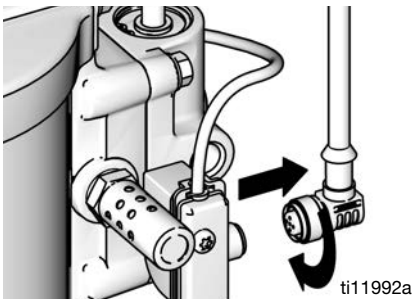

FIG. 9. Débranchement du DataTrak
1. Dévisser le câble de l’arrière de l’ensemble de commutateur à lame. Voir la FIG. 9.